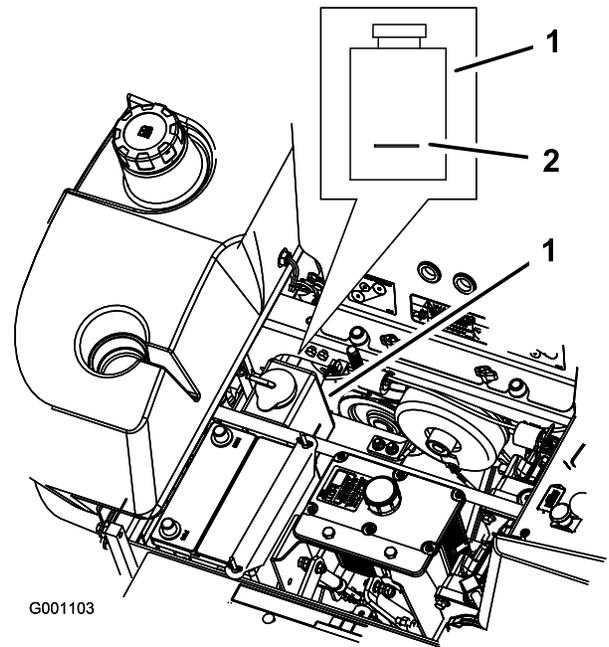

Bild 80
4. Überprüfen Sie bei abgekühltem Motor den Stand des Überlaufgefäßes. Der Flüssigkeitsstand muss mindestens das Niveau der an der Außenseite der Überlaufgefäßes angebrachten Markierung haben (Bild 80).
5. Ist der Kühlmittelstand zu niedrig, so wird ein 50/50 Gemisch aus Frostschutzmittel/Dex-Cool® und Wasser in das Überlaufgefäß gegeben (Bild 80).
6. Geben Sie das 50/50 Kühlmittelgemisch in das Überlaufgefäß bis zur am Gefäß angebrachten Markierung (Bild 80).